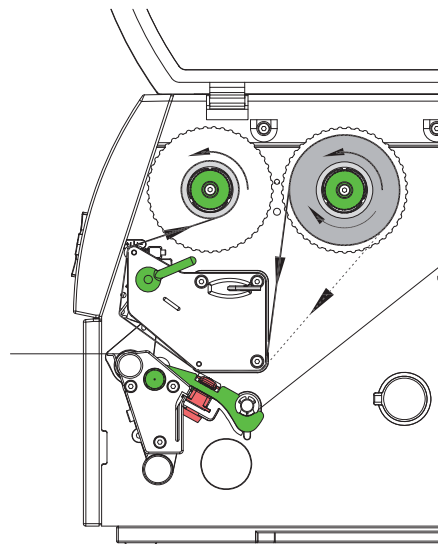

Figure 11 Fonctionnement du ruban
6. Placer le noyau approprié (4) sur l'enrouleur de rubans (5), le positionner et le fixer de la même façon que la bobine.
7. Guider le ruban à travers le mécanisme de l'imprimante comme dans la figure 11. La ligne continue est valable pour les films dont la face revêtue est à l'intérieur et la ligne en pointillés pour ceux dont la face revêtue est à l'extérieur.
8. Fixer le début des rubans avec une bande collante sur le noyau (4). Dans le cas de l'utilisation de noyaux plus larges que le film de transfert, utiliser l'échelle (7) sur l'angle de saillie afin d'aligner le film. Respecter le sens de rotation - à l'inverse des aiguilles d'une montre - de l'enrouleur de ruban.
9. Tourner l'enrouleur (5) à l'inverse des aiguilles d'une montre pour lisser le mouvement du ruban.
10. Tourner la manette (6) dans le sens des aiguilles d'une montre pour bloquer la tête d'impression.